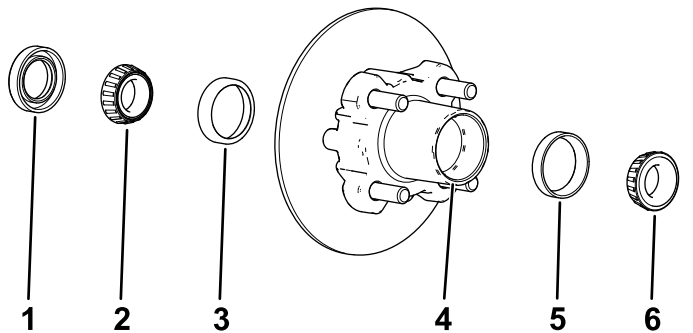

Figura 34
1. Retire el cojinete exterior y el anillo de rodadura del cubo (Figura 34).
2. Retire la junta y el cojinete interior del cubo (Figura 34).
5. Limpie el hueco del cubo para eliminar cualquier resto de grasa, suciedad y residuos (Figura 34).
7. Llène el hueco del cubo hasta un 50 a 80% de su capacidad con la grasa especificada (Figura 34).
8. Monte el cojinete interior sobre el anillo en el lado interior del cubo e instale la junta (Figura 34).